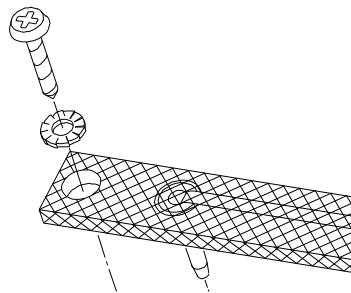

Fig. 2
7. Le remplacement du revêtement PTFE de la barre de soudure, lorsqu'il est brûlé ou usé, s'effectue en dégageant la barre au moyen des vis fixées aux extrémités (fig 2.). Le PTFE est fixé à la partie inférieure de la barre de soudure au moyen d'un ruban adhésif et peut donc être aisément remplacé.
7. Quando la copertura di PTFE sulla barra saldante risulta corrosa o usurata, deve essere sostituita. Svitare la barra saldante e sollevare entrambe le estremità contemporaneamente. Sostituire con la nuova barra saldante, o con quella riparata e fissare le viti (fig 2.). Fare attenzione che la resistenza, che è stata montata eccentrica sulla barra, si trovi nel centro della gomma quando la barra superiore è chiusa. La copertura di PTFE è fissata sopra la barra saldante da un nastro adesivo ed è quindi semplice la sua sostituzione.
8. La lama usurata può essere sostituita semplicemente premendo il portalama, estraendo la vecchia lama e inserendone una nuova. E' consigliabile usare pinze (fig. 2).
7. Når PTFEstykket over svejsetråden er slidt (mørkebrunt) eller ødelagt, bør dette skiftes. Løsn skruerne på siderne af svejsebarren og løft denne i begge sider på een gang (fig 2). Montér en ny svejsebarre, eller den gamle med nye dele, og montér den på maskinen. Vær opmærksom på at svejsetråden skal ligge i center af trykket fra siliconelisten, når svejsekæben er lukket.
7. Förslitning på svetsback - När PTFEskyddet (glasfiberväven) över svetsbandet börjar bli bränt lossa de yttre fästskruvarna och lyft hela svetsbacken rakt upp genom att ta tag i ytterkanterna på backen (fig.2.). Riv loss det gamla PTFEet och innan du sätter på nytt kolla så att inte även svetsbandet blivit bränt. Om så är fallet bytes både PTFEväven under svetsbandet, svetsbandet och det övre zonPTFEet ut. Normalt räcker det att byta det sistnämnda. Förslitning mottrycksback- En bränd silikonlist utbytes genom att dra den ur spåret och trä in en ny.
7. Når PTFEduken over sveiseelementet blir brent eller slitt skal den skiftes. Skru sveiseelementet løs og løft begge endene samtidig opp (fig.2.). Monter et nytt eller overhølt element som skrus fast. Vær oppmerksom på at hetebåndet er montert eksentrisk på sveiseelementet. Påse derfor at hetebåndet ligger midt under silicongummilisten, og at kniven ikke berører elementet når sveisearmen er lukket.